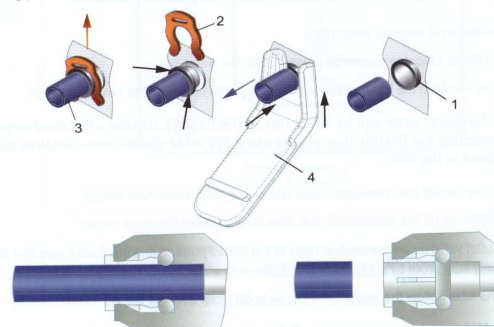

Figure 7. Disconnection of JG tubes
Disconnessione dei tubi JG (Fig.7) Estrarre la clip di bloccaggio (2) dal tappo di plastica (1), quindi estrarre il tubo (3) esercitando pressione sulla faccia del pezzo di collegamento. Per applicare la pressione, utilizzare la chiave di scollegamento del tubo (4) o altro oggetto simile.